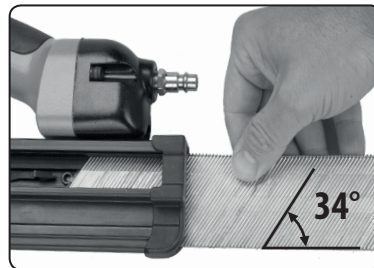

Abb. 10, Einschieben der Nägel in das Magazin
1. Führen Sie einen Nagelstreifen von der zur Neigung des Magazins geneigten Seite gemäß Abb. 10 in die Nut des Magazins ein